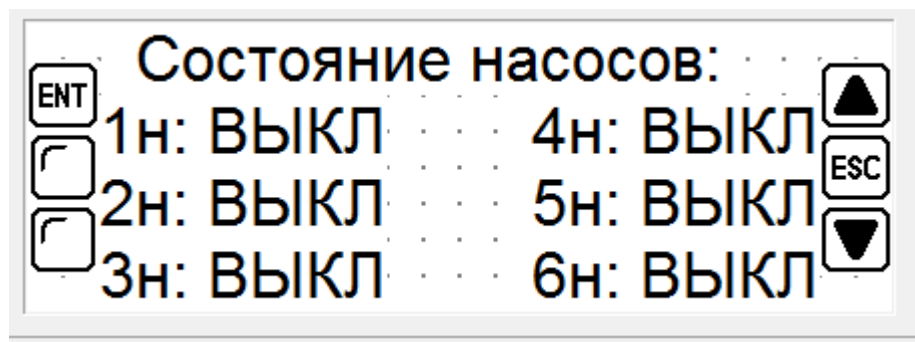

рис.14
3.14. Окно отображения состояния насосов «ВКЛ», «Выкл», «Ручн». Дополнительно отображается состояние канала связи- верхний квадратный индикатор – «модем поднял трубку», нижний квадратный индикатор – «модем выполнил соединение и идет передача данных». Для возврата назад нажимаем кнопку «ESC. См. рис.14.